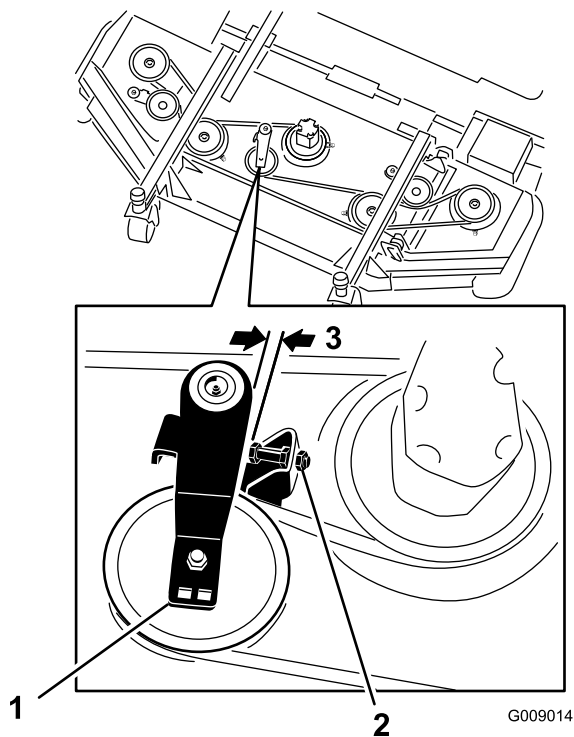

Рисунок 81
3. На передней деке отпустите зажимные гайки на винте упора натяжного шкива и заверните винт упора в кронштейн (Рисунок 81).
шкив от приводного ремня, чтобы ослабить ремень и снять его со шкивов деки (Рисунок 81).